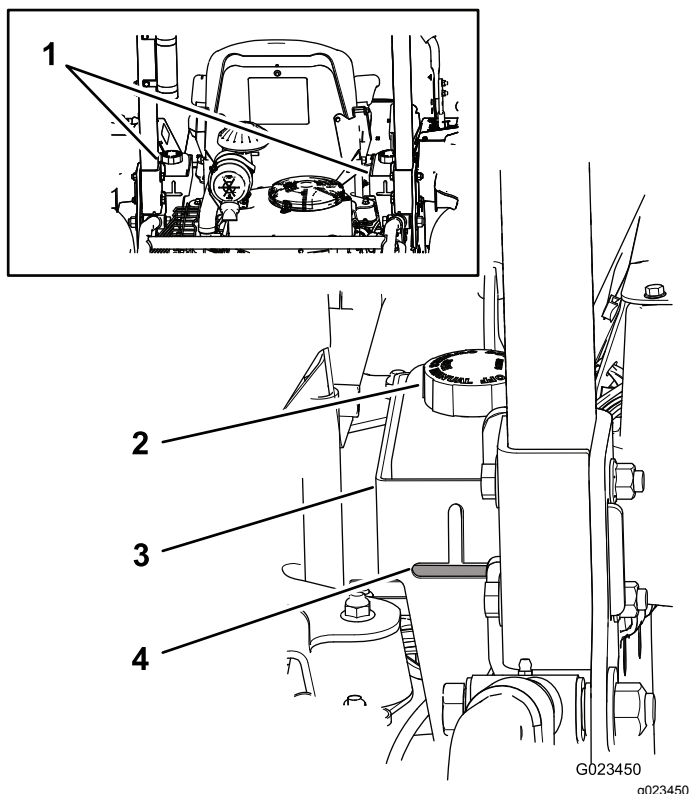

Figure 17
Les réservoirs de la machine sont remplis à l'usine de liquide hydraulique de haute qualité. Le moment le plus propice pour contrôler le niveau du liquide hydraulique est quand il est froid. La machine doit être dans la configuration de transport. Si le niveau de liquide est en-dessous du haut de la partie horizontale du regard de niveau situé à l'arrière des réservoirs hydrauliques (Figure 17), faites l'appoint jusqu'à ce que le niveau d'huile soit acceptable. **Ne remplissez pas les réservoirs excessivement.** Si le niveau de liquide atteint le haut de la partie horizontale du regard de niveau, il n'est pas nécessaire de faire l'appoint. Le liquide de remplacement recommandé est le suivant :
Remarque: Le niveau de liquide doit atteindre le bas de chaque ouverture, comme montré à la Figure 17.
- Nettoyez la surface autour des bouchons des réservoirs de liquide hydraulique pour éviter que des impuretés ne pénètrent dans le système (Figure 17).